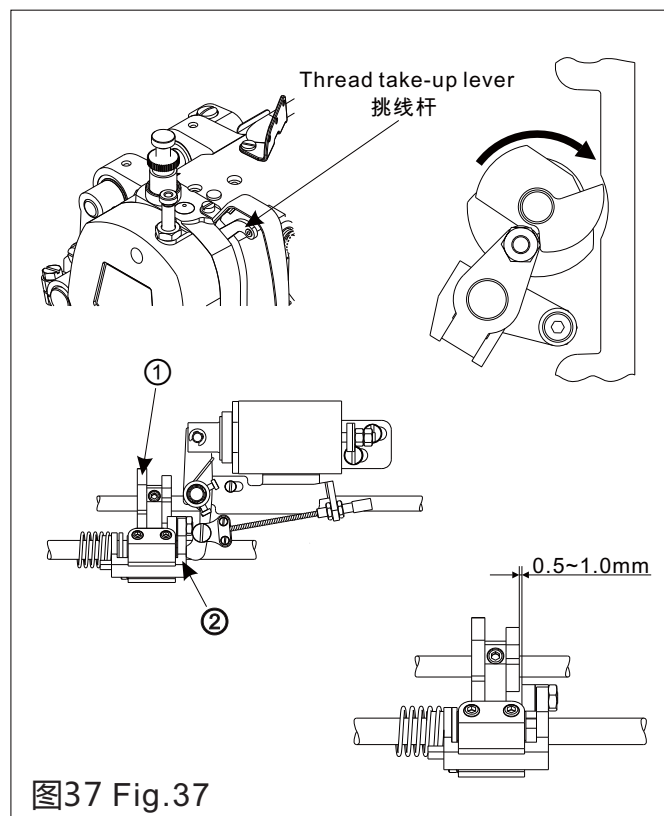

图37 Fig.37
5.安装剪线凸轮 (图37)
- 2)手动打开电磁铁，移动并旋转剪线凸轮①，直到接触凸轮曲柄②的滚柱，然后固定凸轮。
- 3)关闭电磁铁，使凸轮曲柄②回复到原始位置，这样凸轮①与凸轮曲柄②的滚柱端面会产生0.5~1.0mm的标准间隙。
- 5.Installing the trimming cam(Fig.37)
- 6.Adjusting the knives(Fig.37)